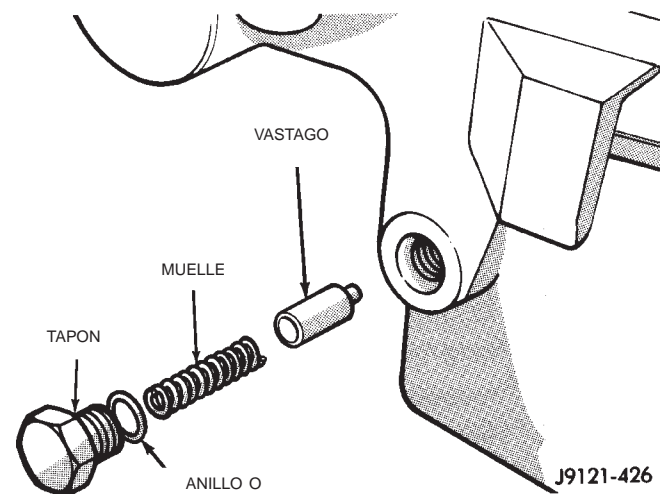

Fig. 82 Instalación de pasador, muelle y tapón del detenedor
(22) Instale el tapón en el orificio de acceso del pasador de sujeción.
(23) Instale el vástago, el muelle y el tapón del detenedor en la caja (Fig. 82).